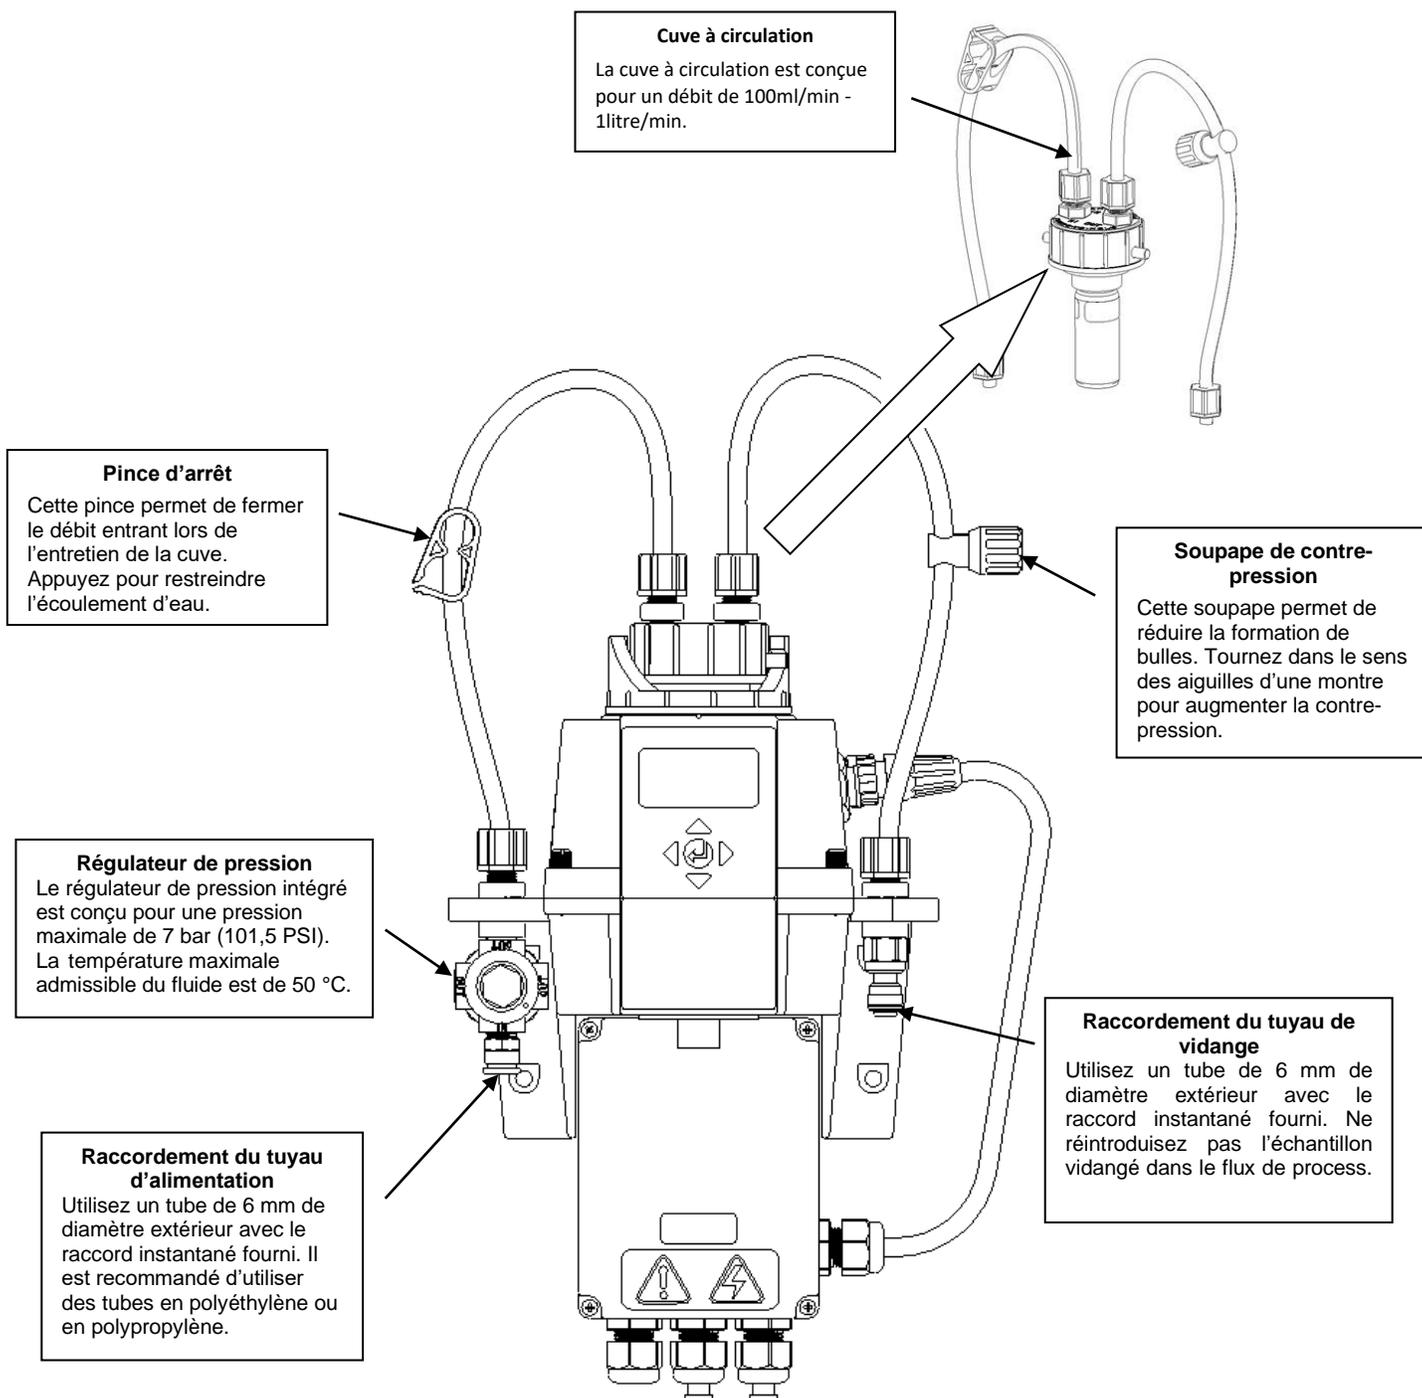

Figure 4 : Identification des pièces de l'appareil
4. Poussez le tube dans le raccord rapide sur le côté droit du Turb PLUS 2000, comme indiqué dans la figure 4.
4. Introduisez le tube dans le raccord rapide sur le côté gauche du Turb PLUS 2000, comme indiqué dans la figure 4.